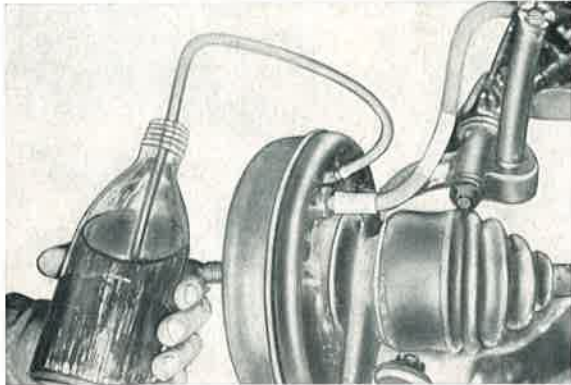

Bild 482: Entlüftungsschlauch taucht in die Bremsflüssigkeit ein, damit man die Luftblasen aufsteigen sieht.
- d) Fußbremshebel so oft niederdrücken, bis Bremsflüssigkeit blasenfrei aus dem Bremschlauch aufsteigt (Bild 482)